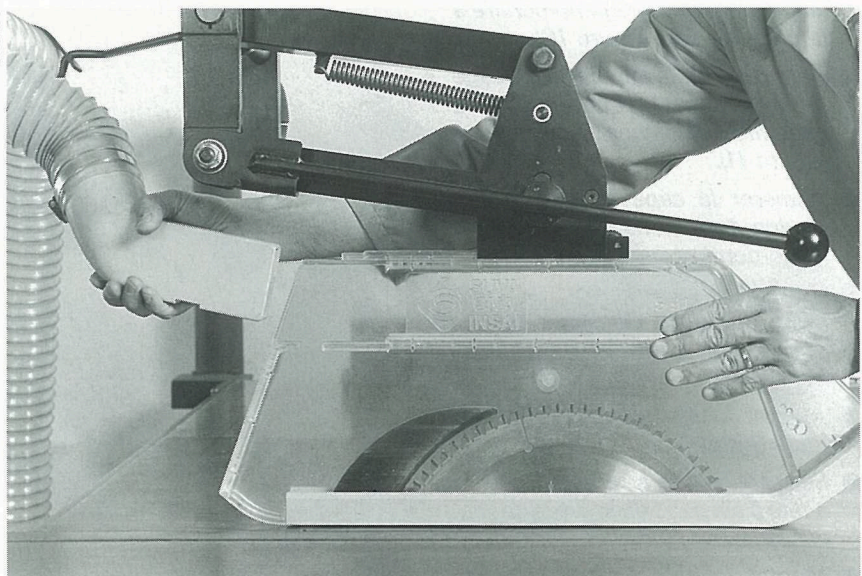

Bild 17 / Figure 17
- Den Absaugstutzen mit dem montierten Saugschlauch in die dafür vorgesehene Öffnung in der Schutzhaube schieben (Bild 17).
- Introduire le manchon d'aspiration avec le tuyau d'aspiration monté dans l'ouverture de la cape prévue à cet effet (figure 17).
- Fit dust extraction connector (with extraction hose fitting) to safety guard (Fig. 17).